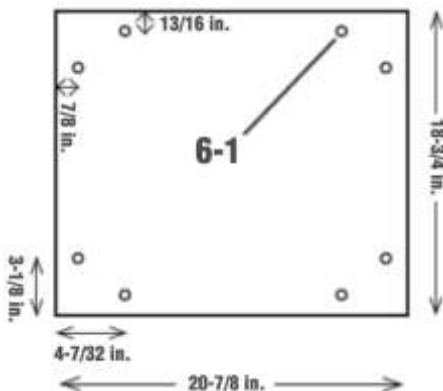

fig. 6
3. Un dessus en contreplaqué d'une épaisseur de 5/8 ou 3/4 po (non compris) peut être requis comme adaptateur pour fixer certains outils. Consultez la fig. 6 pour les dimensions approximatives.